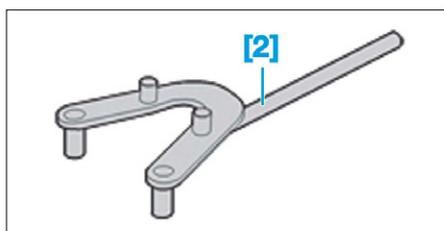

FIG. 83
- [2]. Clé d'immobilisation de poulie d'arbre à cames (réf : 0132-AA) (**Fig.83**).